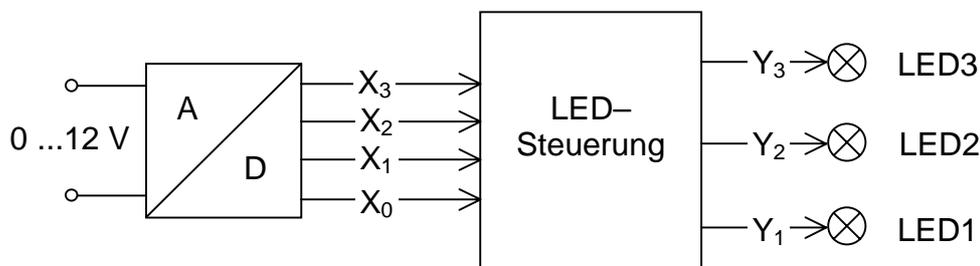

Bild 1.1
Zur Umsetzung des analogen in das digitale Signal kommt ein 4-Bit-AD-Wandler zum Einsatz. Allen Ausgangs-Bitkombinationen des Wandlers werden Spannungswerte zugeordnet (siehe Bild 1.1).
- 1.1.4 Der AD-Wandler liefert auf der Leitung X0 die Wertigkeit 20, auf X1 die Wertigkeit 21, auf X2 die Wertigkeit 22 und auf X3 die Wertigkeit 23. Die Ausgänge Y1 bis Y3 der Steuerschaltung sollen den LED's 1 bis 3 zugeordnet werden.(siehe auch Bild 1.1)